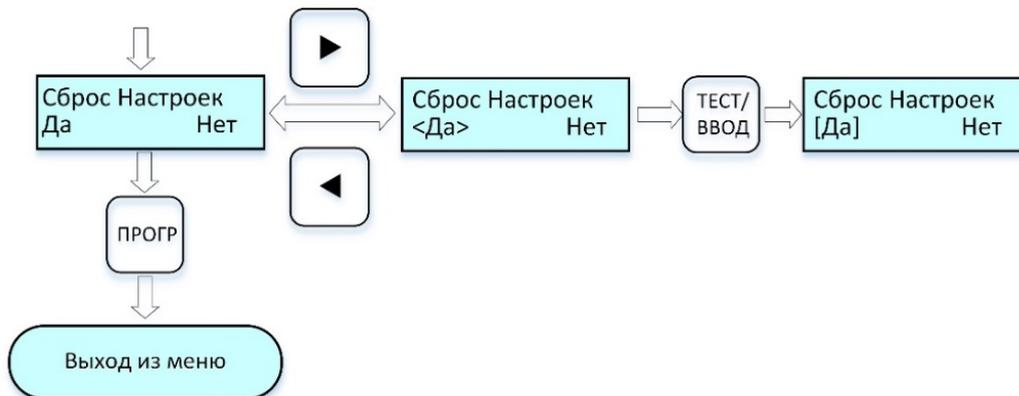

Рисунок 17– Циклограмма выводимых сообщений на дисплей при установке параметров «по умолчанию»
2.4.3.21 Для **установки параметров «по умолчанию»** выполнить процедуры по циклограмме *рис. 17*: